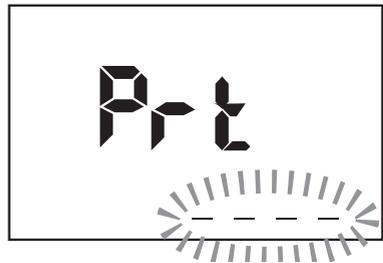

Bild 7.14: Ausdruck von Messwerten
- ▶ Führen Sie die gewünschten Messungen durch und speichern Sie diese durch Drücken der Taste "SPEICHERN" (8), siehe Abschnitt 7.1 und 7.2.
- ▶ Zum Ausdrucken von Messwerten stellen Sie den Drehschalter "Messfunktion" (10) auf die Schalterstellung "Übertragen, Drucken" (12).
- ▶ Drücken Sie die Taste "START/STOP" (9), der Druckvorgang wird gestartet. In der LC-Anzeige wird während der Druckausgabe "Prt \_\_\_\_" angezeigt, siehe Bild 7.14.